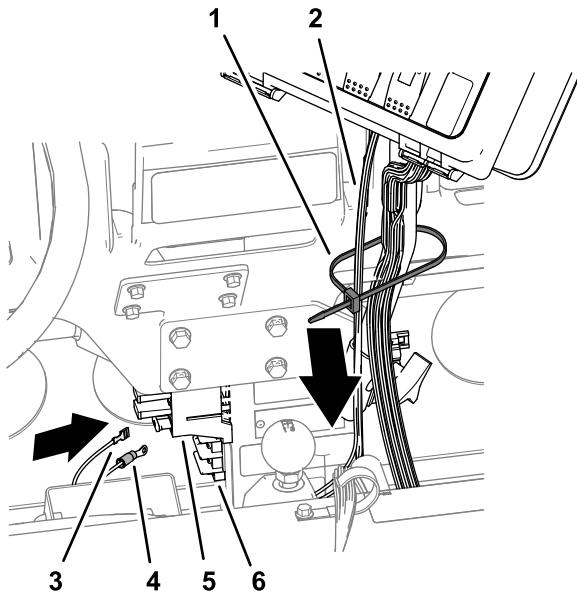

Figure 55
3. Acheminez le faisceau avant le long du faisceau du pulvérisateur, et fixez les faisceaux au tube de support à l'aide d'un attache-câble (Figure 55).
4. Acheminez les connecteurs à cosse annulaire et à borne en douille vers le porte-fusibles et le bornier de masse (Figure 55).